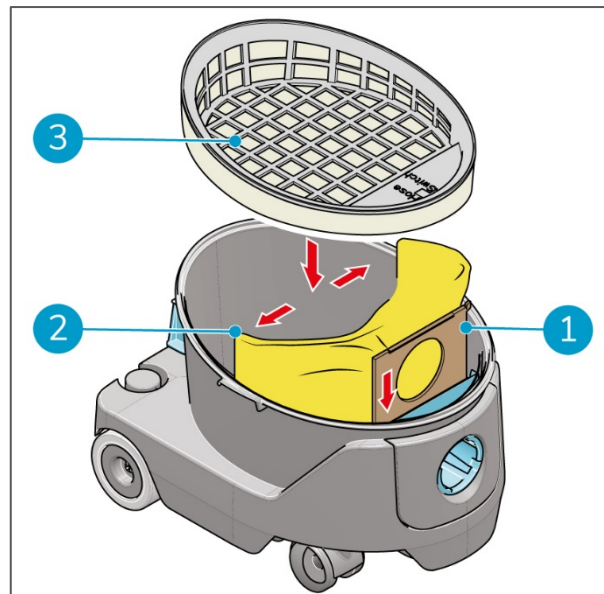

Abbildung 12
11. Schieben Sie den Pappkragen des neuen Staubbeutels (Figure 12, Pos. 1) in die Schlitz, bis der Staubbeutel richtig sitzt.
12. Entfalten Sie den Staubbeutel (Figure 12, Pos. 2).
13. Tauschen Sie den Staubbeutel (Figure 12, Pos. 3) aus.